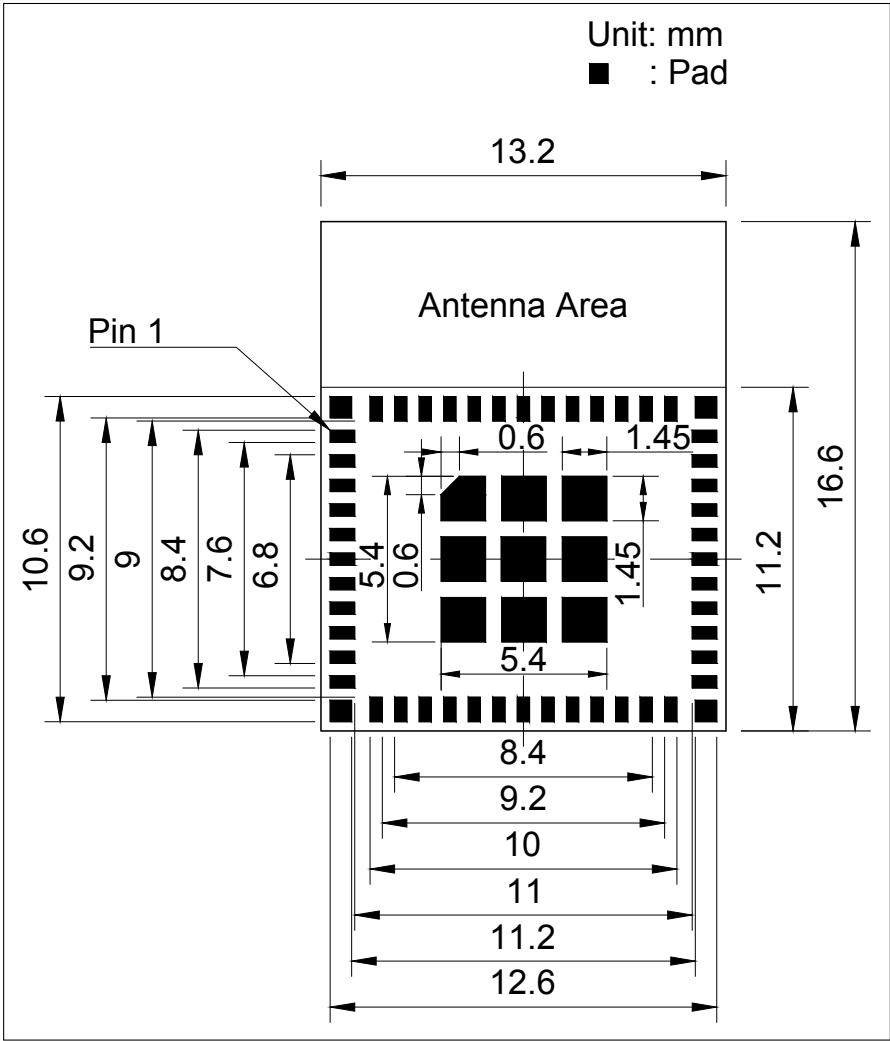
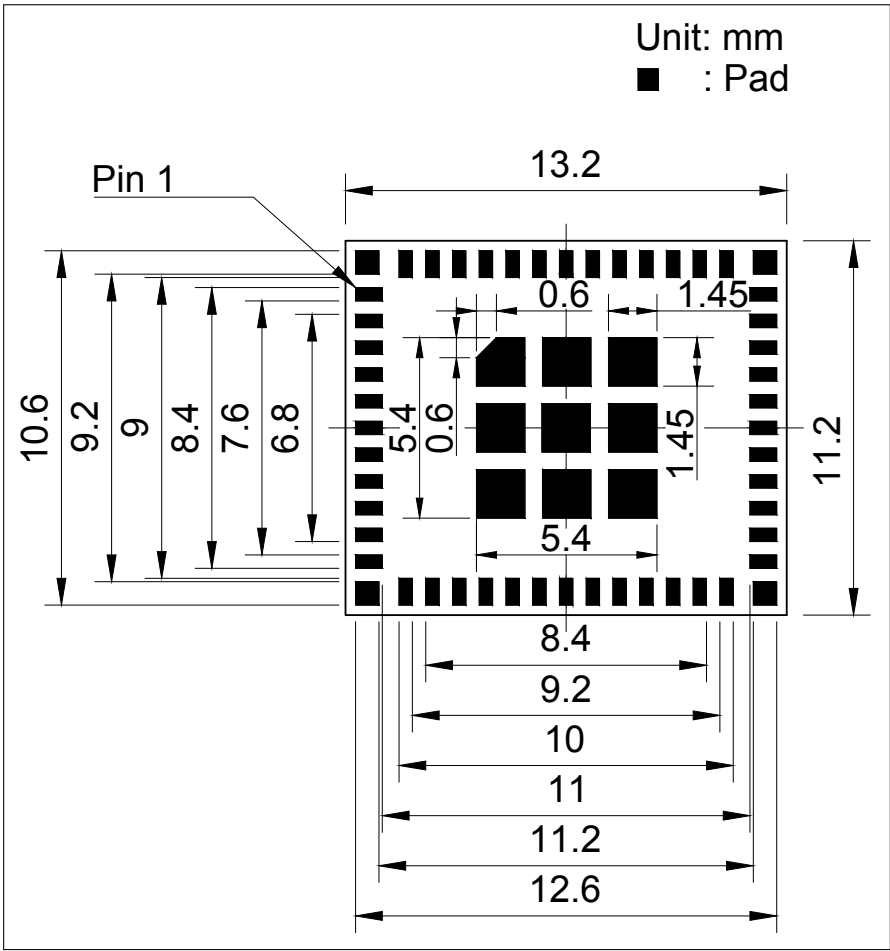

图 14: ESP32-PICO-MINI-02 推荐 PCB 封装图形
图 15: ESP32-PICO-MINI-02U 推荐 PCB 封装图形
- 推荐 PCB 封装图，标有 PCB 设计所需的全部尺寸。详见图 14 ESP32-PICO-MINI-02 推荐 PCB 封装图形和图 15 ESP32-PICO-MINI-02U 推荐 PCB 封装图形。
- 推荐 PCB 封装图的源文件，用于测量图 14 和 15 中未标注的尺寸。您可用 Autodesk Viewer 查看 ESP32-PICO-MINI-02 和 ESP32-PICO-MINI-02U 的封装图源文件。